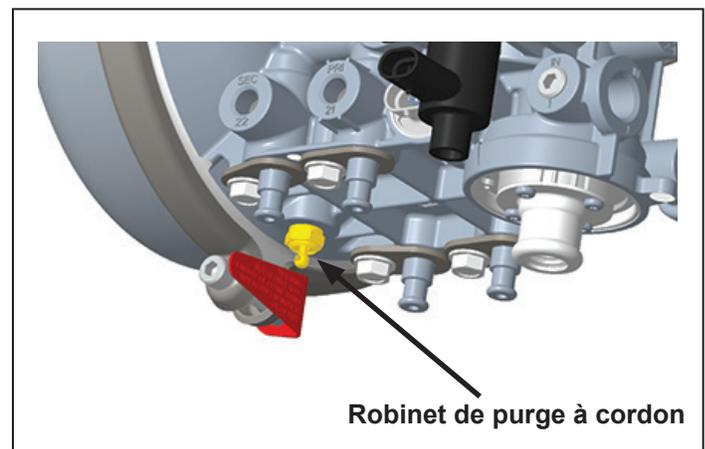

Figure 2 – Robinet de purge à cordon
- Repérer le robinet de purge à cordon (sur le réservoir de purge intégré) du dessiccateur d'air Bendix AD-HFi (cf. *Figure 2*). Tirer le cordon et maintenir le robinet de purge ouvert; après 10 secondes, enlever délicatement la cartouche de dessiccant suivant la méthode indiquée par la *Figure 3*. Vérifier l'étanchéité à l'aide d'une solution savonneuse dans la cavité centrale du bossage de montage fileté de la cartouche. Réparer le clapet de refoulement (DCV) si la fuite est excessive, soit supérieure à une bulle de 25 mm en cinq (5) secondes. Revisser la cartouche suivant la méthode dans la section *Remontage de la cartouche de dessiccant*. Penser à refermer le robinet de purge à cordon du réservoir avant de remettre le véhicule en service.